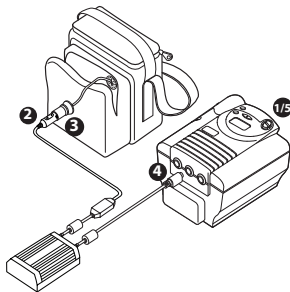

Рис. 4. Подключение блока питания постоянного тока
2. Подключите автомобильный адаптер к концу кабеля входного сигнала блока питания постоянного тока. См. рис. 4.